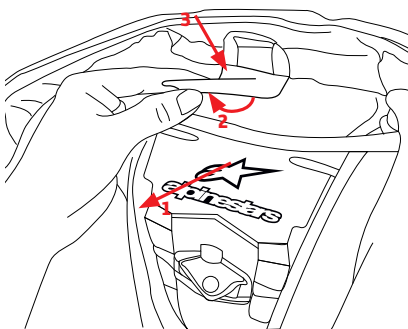
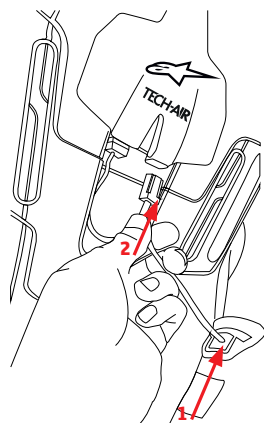

図 6
図 7
3. ふたつめの首用マジックテープアタッチメントフラップ (12)をはがして、ベストの首用マジックテープアタッチメント(13)に装着します。この新しいフラップ部分を中心に取り付けます (図6)
4. 肩下部のマジックテープアタッチメント(15)と肩上部マジックテープアタッチメント (14) スーツ内のそれぞれのパッチにつけて、右肩左肩に沿って合わせます。
5. 保管ポケットからLED 表示プラグを取り外し (17) グレーのソケット (5) に差し込みます (図7)
8. スーツの黄色ジップ (10) とベスト (1) を使ってスーツの中にベストを納めます。